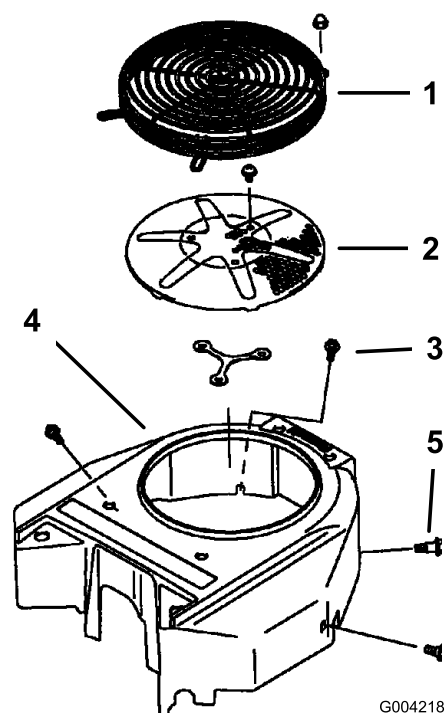

Figure 54
Avant chaque utilisation, enlevez l'herbe, les saletés et autres débris éventuellement accumulés sur la grille du moteur. Cela permet d'assurer un refroidissement et un régime moteur corrects, et réduit les risques de surchauffe et de dommages mécaniques du moteur (Figure 54).
3. Retirez la grille d'entrée d'air, le lanceur et le boîtier du ventilateur (Figure 54).
5. Remettez la grille d'entrée d'air, le lanceur et le boîtier du ventilateur (Figure 54).